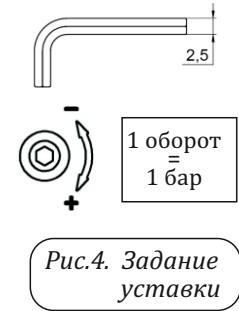

Рис.4. Задание уставки
- Для задания уставки регулирования понадобится имбусовый шестигранный ключ 2,5 мм. Установите его в шестигранное отверстие регуляторовочного винта (рис. 4) и вращайте по часовой стрелке для увеличения уставки, против часовой - для уменьшения уставки. 1 оборот соответствует изменению уставки на 1 бар. Заводское значение уставки равно 20 барам. Для задания уставки используйте манометр, установив его на том же трубопроводе, что и регулятор.